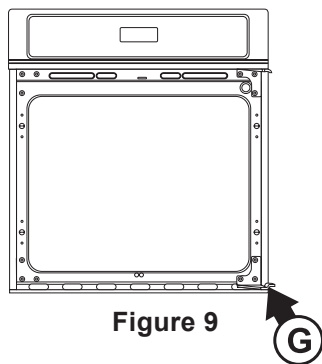

Figure 9
- 6.2.4. Enlever la vis du pivot (Voir G, Figure 9) située sur la charnière de l'encadrement en bas à droite. Conservez-la pour la réinstaller à la toute fin.